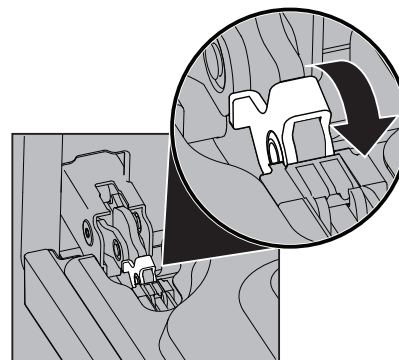
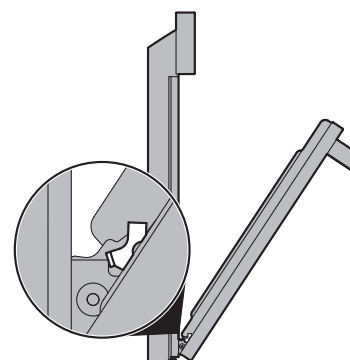

Figure 27: Serrure de charnière de porte
Figure 28: Position de retrait
2. Tirez vers l'avant le verrou situé sur chaque support de charnière du four jusqu'à ce que le verrou s'arrête. Vous devrez peut-être appliquer une petite pression vers le haut sur le verrou pour le tirer vers le haut (Figure 27 et Figure 28).
2. Tenez la porte du four au même angle que pour le retrait. Insérez avec précaution les leviers de charnière dans le cadre du four jusqu'à ce que vous sentiez que les leviers de charnière sont logés dans les encoches de charnière. Les bras de charnière doivent être entièrement insérés dans les encoches de charnière avant que la porte du four ne puisse être complètement ouverte. (Figure 28).